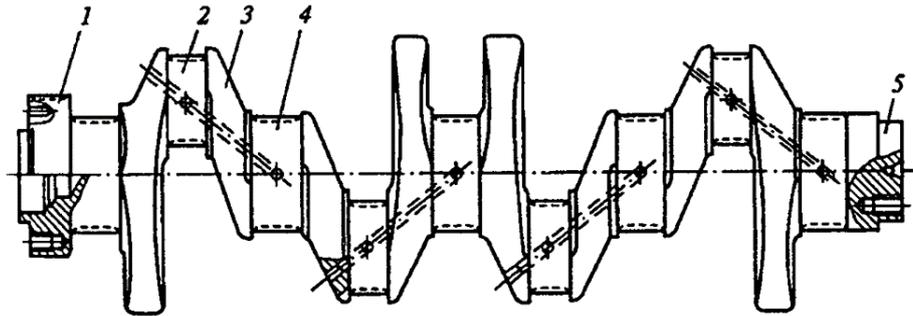

Рис. 1.1. Коленчатый вал
20. НОМЕРА ПОЗИЦИИ И НАЗВАНИЯ ЭЛЕМЕНТА КОЛЕНЧАТОГО ВАЛА (РИС. 1.1):